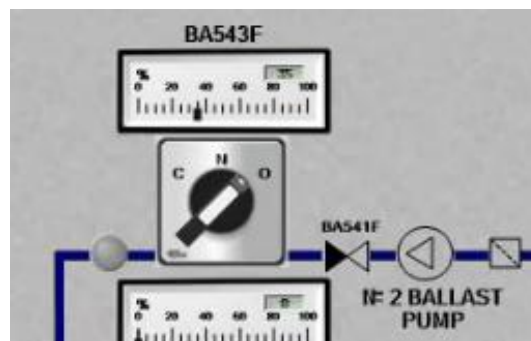

Figura 73- BA543F
10. Des d'aquí passarem al menú de les bombes, i de la mateixa manera que hem explicat prèviament, en primer lloc, només n'encendrem una (en aquest cas la 2) i jugarem amb la seva vàlvula corresponent (BA543F) per regular la pressió de sortida (Figura 73).